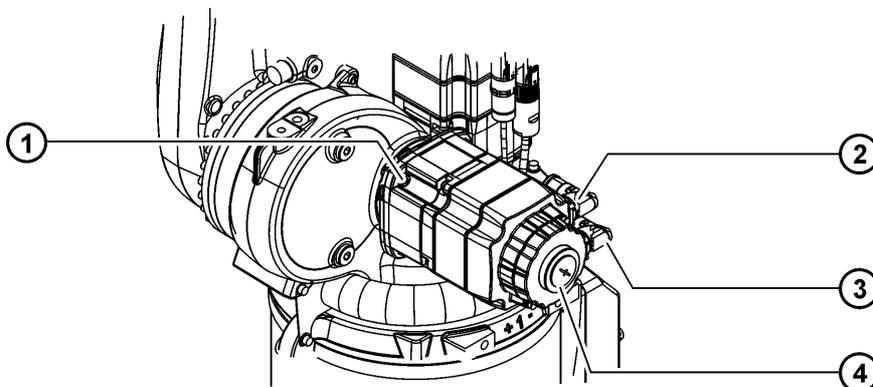

Fig. 10-4: Démontage du moteur A2
3. Desserrer et retirer les connecteurs XM2 et XP2 aux connecteurs femelles (>>> Fig. 10-4).